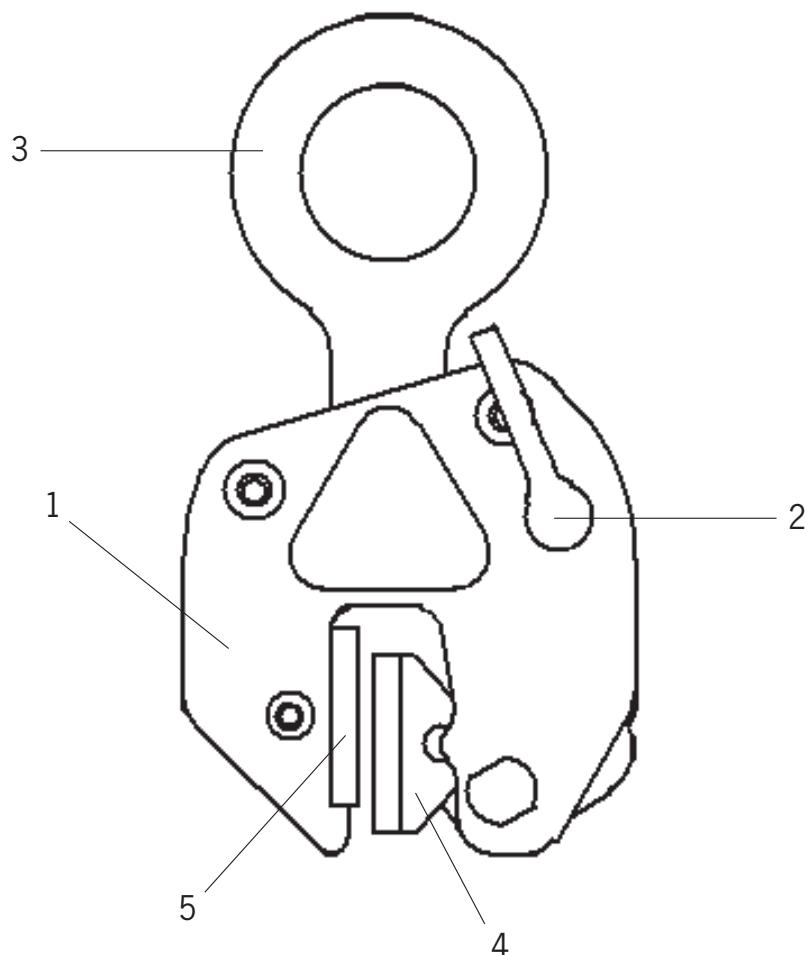

Fig. 5
- Compruebe si la mordaza de agarre fija (Fig. 5) está desgastada o tiene defectos. Ambas mordazas deben tener la superficie de contacto limpia.
- Compruebe el muelle (Fig. 5). Cuando la palanca está en la posición "Cerrado", el muelle debe ejercer presión cuando la anilla de suspensión es presionada.
En la posición de la palanca "ABIERTO", la mordaza de apriete queda bloqueada en la posición abierta. En esta posición, empuje la garra en la carga hasta que ésta haya entrado completamente en la boca de la garra. Cambiando la palanca a la posición "CERRADO", la mordaza de apriete es liberada. La mordaza de apriete queda firmemente sujetada contra la carga por la fuerza de presión que ejerce el muelle. Esto asegura que la garra permanecerá sujetada a la carga como resultado de la fuerza de presión del muelle también sin que haya fuerza de tracción. La carga puede ser ahora elevada y transportada (Fig. 5). Al final de la operación de transporte, el sistema de suspensión (por ejemplo el gancho, grillete, etc.) debe ser bajado hasta que la garra esté sin carga completamente y/o la anilla de suspensión se pueda mover con total libertad. La palanca puede ser ahora colocada de nuevo en la posición "ABIERTO" y la garra puede retirarse de la carga.